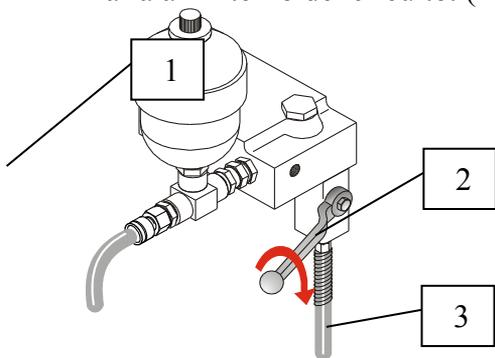

Fig.16
5) Aprire il rubinetto di scarico per far uscire l'aria all'interno del circuito. (Fig. 16).